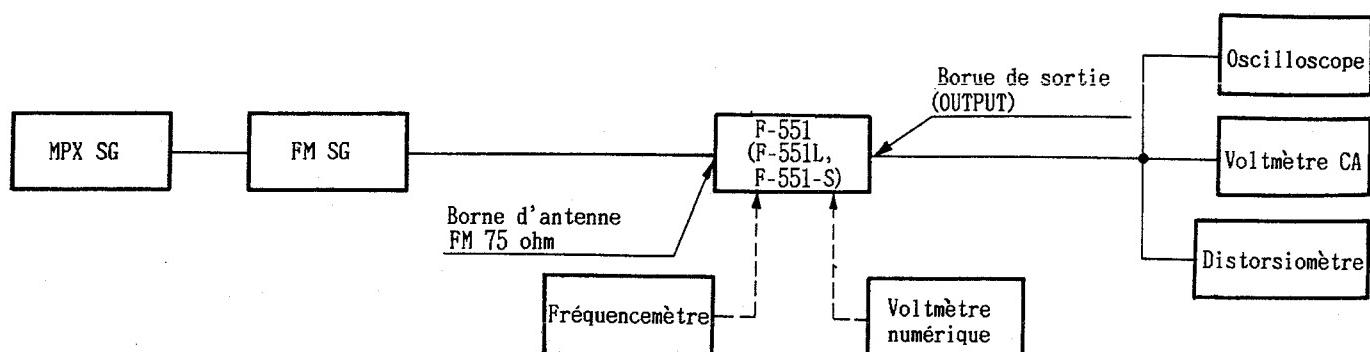

Fig.2-1. Diagramme de raccordement de réglage FM
- Conecte como es indicado en la Fig.2-1.